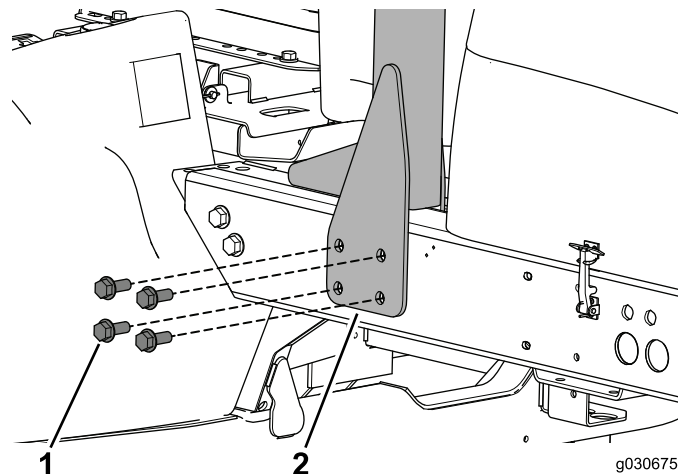

図 6
1. ROPSを機体左側に固定しているボルトを取り外して保管する図 6。